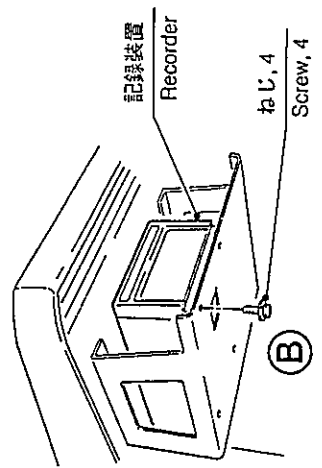

図24 Fig. 24
- (4) 記録装置をねじ4本で搭載台に取り付ける。(図24㊸)
- (4) Use 4 screws to mount recorder onto mounting rack. (㊸ in Fig. 24)